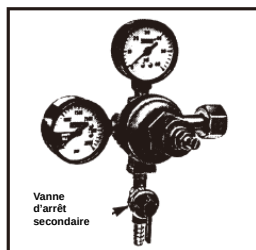

Fig. 9
- **Installation de la tête de soutirage :** AVIS IMPORTANT : S'assurer que la poignée de la tête de soutirage est en position « vers le haut » (fermée) avant de l'installer sur le fût à bière (**figure 9**). Insérer la tête de soutirage dans le col de verrouillage du fût à bière et appliquer un 1/4 de tour dans le sens horaire pour la verrouiller en position.